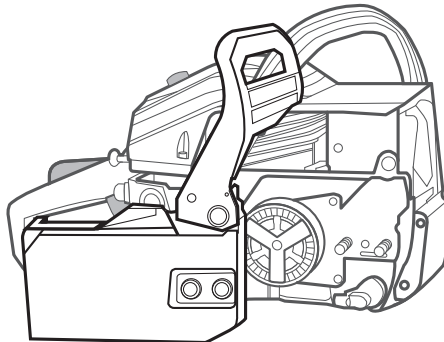

Abb. 2
2. Nehmen Sie die Muttern (12) und die Schutzabdeckung (13) ab (Abb. 2).